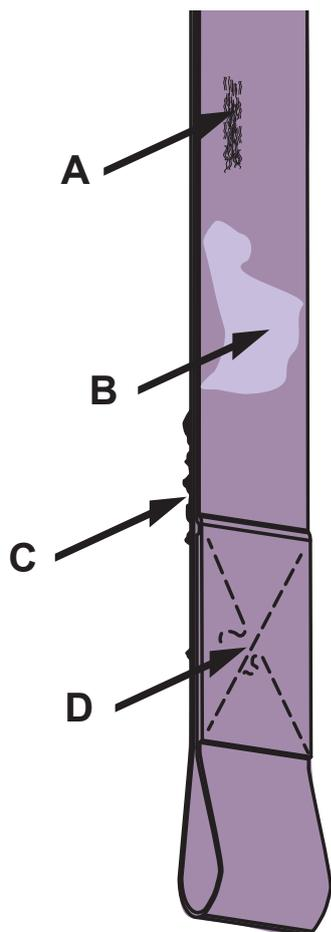

Abb. 26
- A. Abnutzung in der Mitte, Riss oder Loch im Befestigungsband. Siehe Abb. 26.
- B. Sichtbare Verfärbung oder Flecken aufgrund der Verwendung von Bleichmitteln oder anderen Chemikalien. Siehe Abb. 26.
- C. Abnutzung an den Rändern (Ausfransen). Siehe Abb. 26.
- D. Lose Fäden im Stichbereich. Siehe Abb. 26.